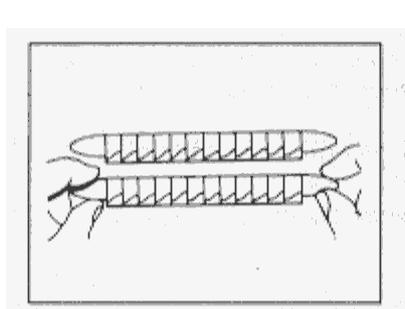

Figura 5 -
2. Dopo 48 h di incubazione, interpretare tutte le reazioni. Ad eccezione dell'indolo, leggere le reazioni in sequenza, confrontando i colori dei terreni nella provetta dopo l'incubazione con quelli della scala cromatica illustrata sulla copertina del blocchetto dei codici e (possibilmente) con una provetta **BBL Oxi/Ferm Tube II** non inoculata, assicurandosi prima che sia stata portata a temperatura ambiente (**Figura 5**).